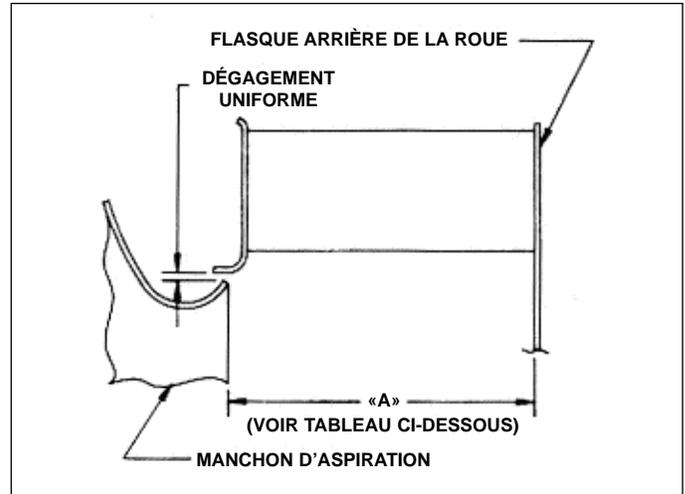

Figure 3
- Lors de l'installation d'une nouvelle roue ou d'un manchon, le jeu initial entre la roue et le manchon d'aspiration doit être maintenu (voir la Figure 3 pour les dimensions correctes avec des roues pleine-largeur).